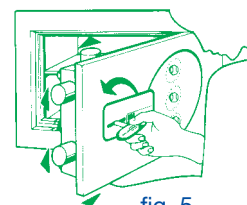

fig. 5
- Azionare la chiave e far uscire i chiavistelli dalla loro sede (fig. 5) come per chiudere la cassaforte.